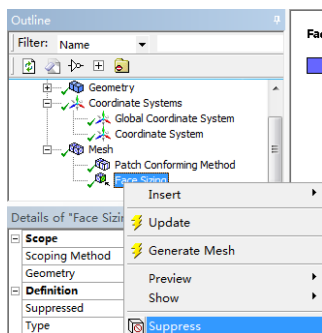
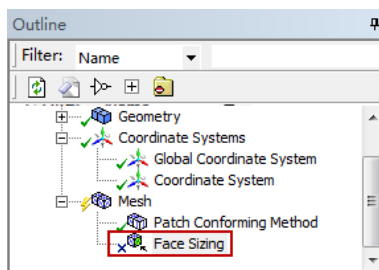

图 4-53 快捷菜单
图 4-54 抑制面尺寸
- 步骤 03** 在分析树中的“Face Sizing”上右击，在弹出的快捷菜单中选择“Suppress”命令，如图 4-53 所示，此时网格划分中的面尺寸被抑制，如图 4-54 所示，被抑制的选项前图标由变为.